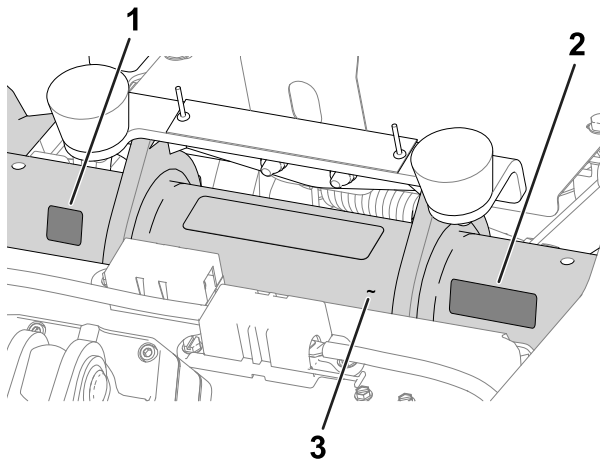

Bild 16
- **Herstellungsjahr-Aufkleber** und **CE/UKCA-Kennzeichnungsaufkleber**: die Aufkleber am Rahmenrohr unter dem Sitz und dem Seriennummernschild aufbringen; siehe Bild 16.